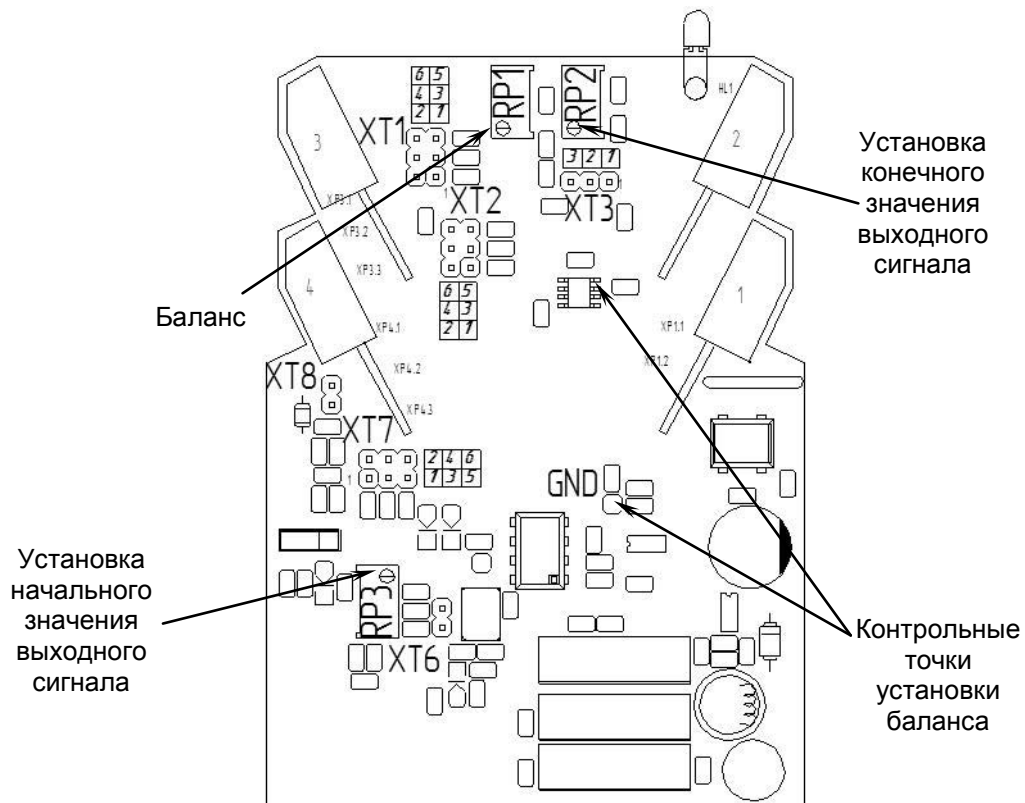

Рисунок 4.2 - Схема расположения органов регулирования и элементов настройки БСС-21
4.2.4 Для переналадки блока на другие входные/выходные сигналы используйте рисунок 4.2 и таблицы 4.1, 4.2, 4.3.
5.3.1 Выставить переключки согласно выбранного диапазону (таблицы 4.1, 4.2, 4.3). Снять переключку ХТ3, подключить образцовый источник тока на клеммы 7 и 12 (полярность не имеет значения) с которого подать конечное значение входного сигнала (если диапазоны входных сигналов разные, переключки ХТ2 переставить аналогично ХТ1). Контролируя напряжение постоянного тока между шестым выводом ОР-07 и землей (рисунок 4.2 – установка баланса) потенциометром РР1 выставить значение баланса близкое к нулю ( $U = 0 \pm 2$  мВ).